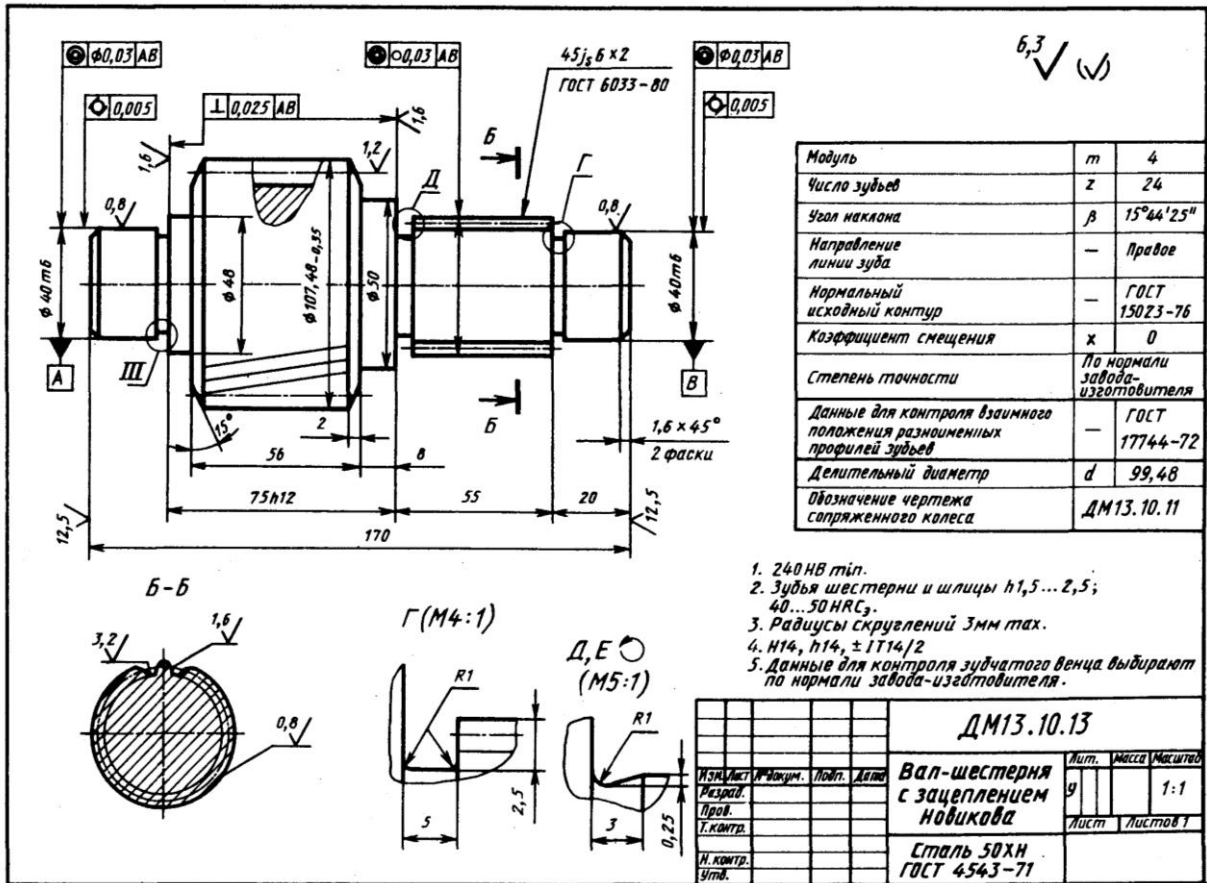

Рис. 8.3.1. Креслення вала-шестерні із зацепленням Новікова
1. На рис. 8.3.1 показано приклад оформлення технічного креслення вала-шестерні. Відкрийте файл «Вал-шестерня із зацепленням Новікова.SLDPRT», що додається до роботи. Якщо даний файл у вас відсутній, то вам необхідно створити модель згідно креслення на рис. 8.3.1. Також вам буде необхідно створити ще одну конфігурацію для деталі, як це зроблено в вищевказаній моделі.